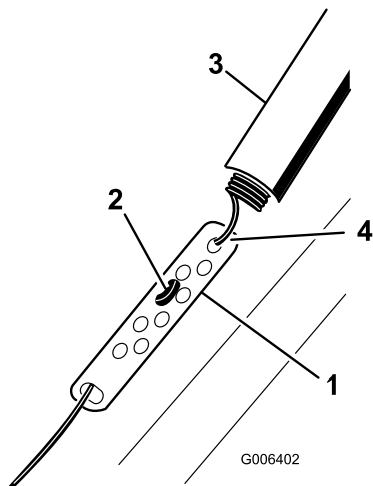

Figure 9
1. Remontez la protection du ressort et décrochez le ressort de la bielle de réglage (Figure 9).
2. Accrochez le raccord en Z à un trou plus haut ou plus bas sur la bielle de réglage de manière à obtenir un espace de 2 à 3 mm (1/16 à 1/8 po) entre la barre de commande et le guidon (Figure 9).